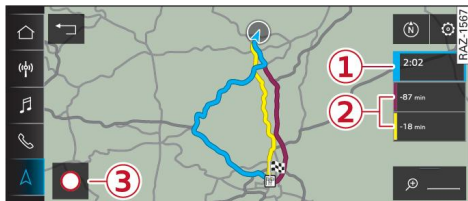

Fig. 142 Rutas alternativas en el mapa general
- **Bloquear ruta:** pulse en ③ ⇒ *fig. 142*.
- Pulse en ① en la correspondiente ventana de información, o bien
- Mantenga pulsada la ventana de información de la correspondiente ruta alternativa (p. ej. ②) ⇒ *fig. 142*.